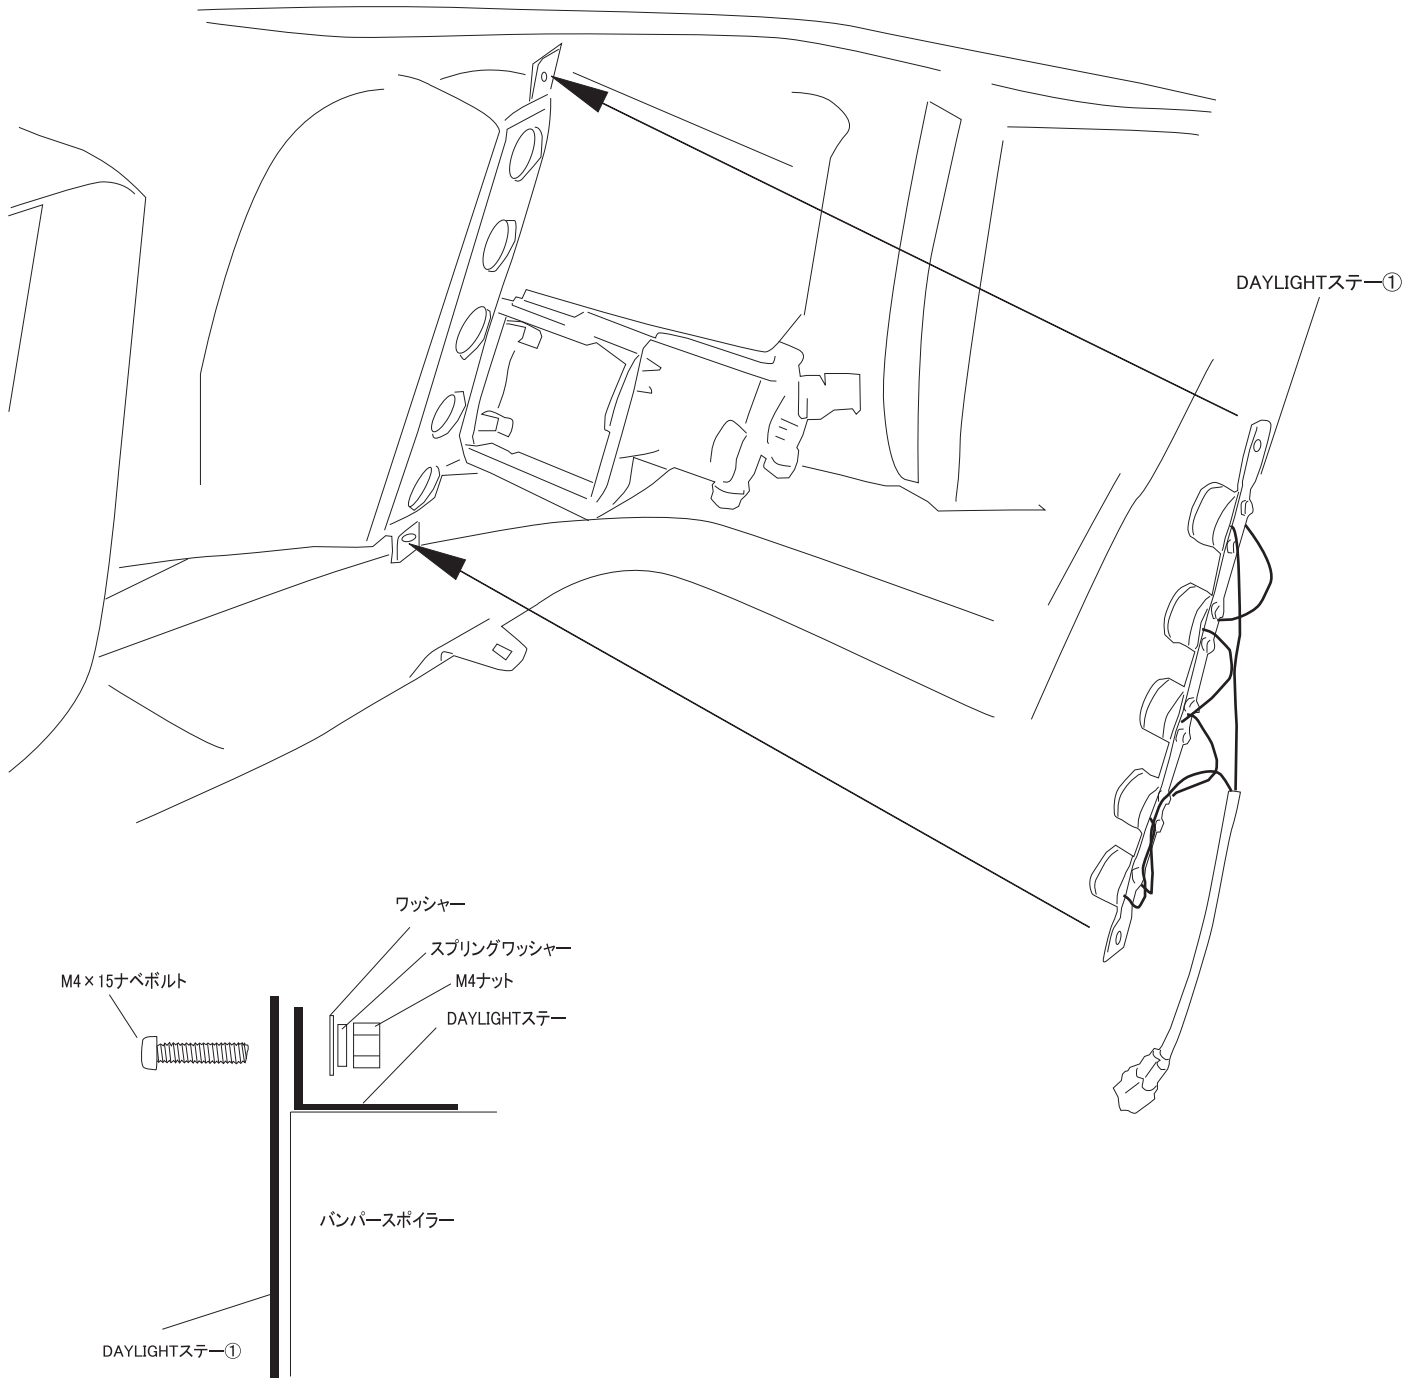

図1
- DAYLIGHTを装着したDAYLIGHTステー①を、製品に装着してあるステーと図1を参考に取り付けてください。